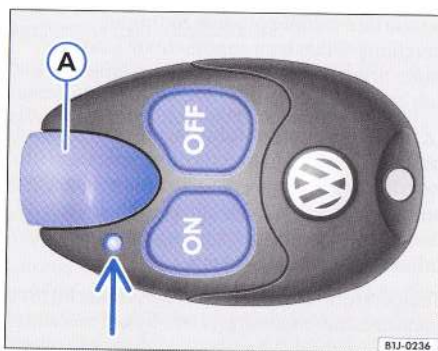

Fig. 114 Încălzirea suplimentară: Telecomanda.
- [ON]** Activează încălzirea suplimentară ⇒ fig. 114.
Lampa de control din telecomandă ⇒ fig. 114 (săgeata) indică, după apăsarea unei taste, dacă semnalul transmis de la telecomandă a fost recepționat de sistemul de încălzire suplimentară și dacă bateria telecomenzii este prea slabă.
Când lampa de control pentru bateria din telecomandă ⇒ fig. 114 (săgeata) nu se aprinde la apăsarea tastelor telecomenzii, bateria din telecomandă trebuie înlocuită.
O rază de acțiune optimă obțineți dacă mențineți telecomanda cu antena ⇒ pagina 124, fig. 114"  vertical în sus, și dacă nu acoperiți antena cu degetele sau cu palma.